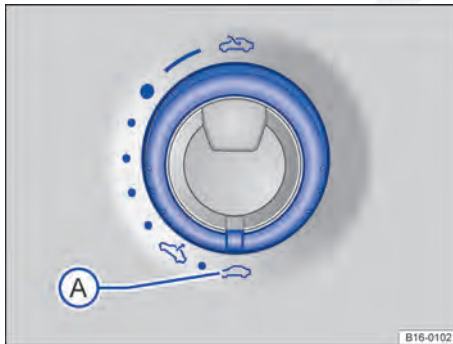
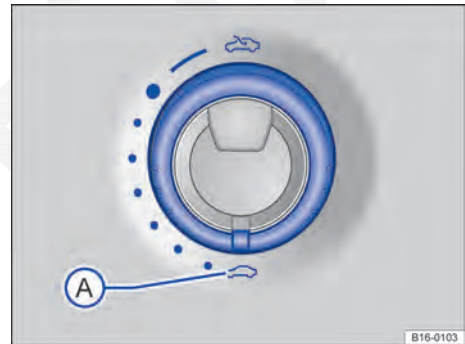

Fig. 55 No revestimento do teto: interruptor do teto de vidro (variante 1).
Fig. 56 No revestimento do teto: interruptor do teto de vidro (variante 2).
- Girar o interruptor ⇒ Fig. 55 (A) ou ⇒ Fig. 56 (A) para a posição “Fechado”.